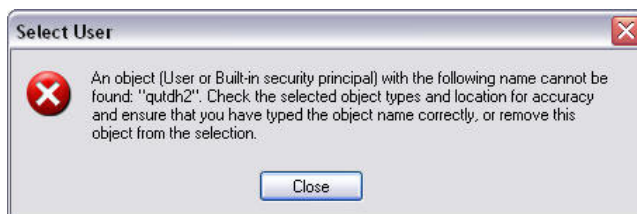

Рис. 61
- j. Если компьютеру не удастся найти ваше имя пользователя, появится сообщение об ошибке Рис. 61. Проверьте выбираемые типы объектов и место, затем повторите ввод имени пользователя. Если сообщение об ошибке возникает повторно, свяжитесь с ИТ-специалистом, чтобы получить дальнейшую помощь.